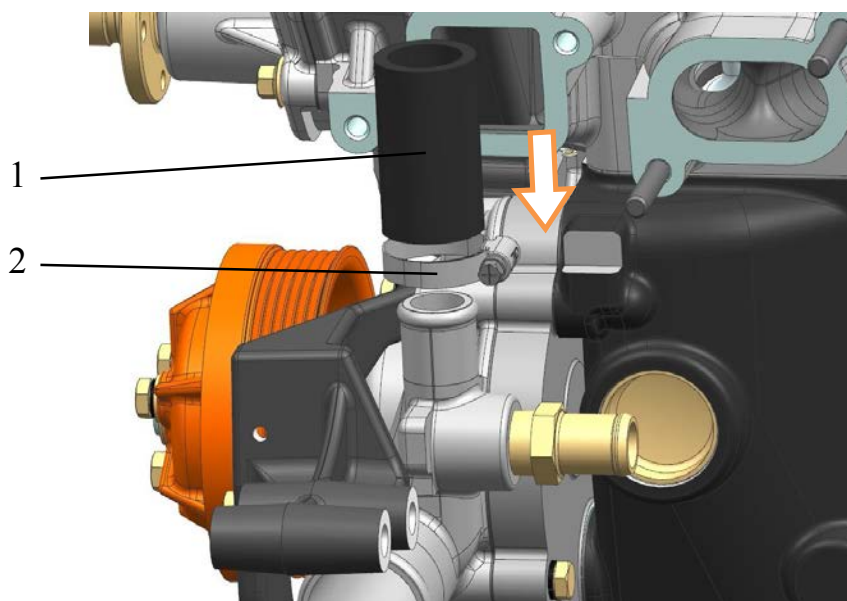

Рис.171. Установка шланга термостата:
**19.** На патрубок водяного насоса установить шланг 1 (рис.171), соединяющий патрубок водяного насоса с корпусом термостата и закрепить хомутом 2, завернув винт хомута моментом 4...6 Н·м (0,39...0,6 кгс·м).